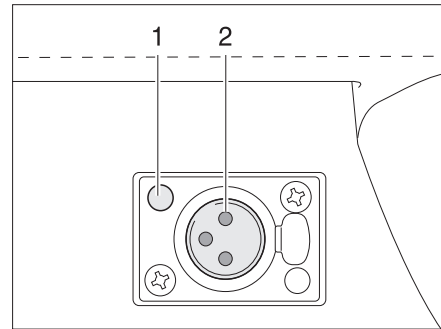

Fig. 108 Caja de enchufe
- Insertar el enchufe en el pie de la lámpara enchufable en la caja de enchufe (Fig. 108,1), hasta que engatille audiblemente. Prestar atención a la posición de los contactos (Fig. 108,2).